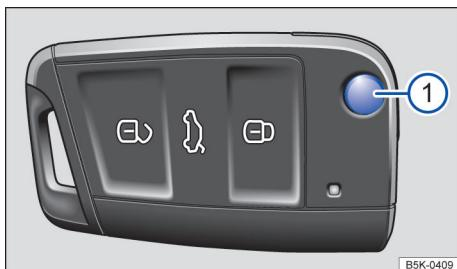

图 42 遥控钥匙
按压按钮→图 42① 即可解锁并翻开钥匙头。
如短时间内反复按压汽车钥匙上的按钮→图 42 或中央门锁某个按钮→第 58 页，则中央门锁系统将暂时关闭，防止系统过载。此时汽车解锁，必要时闭锁汽车。
如短时间内反复按压汽车钥匙上的按钮  → 图 42 或中央门锁某个按钮 → 图 46，则中央门锁系统将暂时关闭，防止系统过载。然后汽车处于解锁状态约 30 秒钟。在此期间，若未打开车门或行李厢盖，随后汽车将自动闭锁。